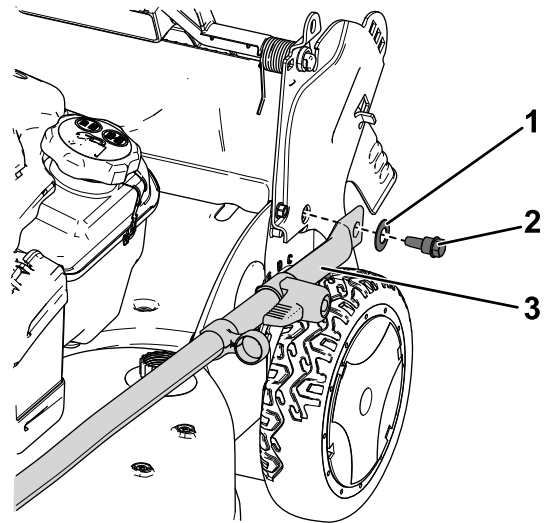

Bild 3
2. Befestigen Sie die Holmenden mit zwei Scheiben und zwei Holmschrauben am Maschinengehäuse (Bild 3), **ziehen Sie die Holmschrauben jedoch nicht fest.**
Wichtig: Verlegen Sie die Kabel an der Außenseite des Griffs (Bild 3).